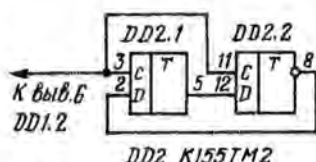

Рис. 4
5. Подключить микросхемы DD2 так, как это показано на рис. 4. Проверить работу триггеров (сигналы на выходах 5 и 8 микросхемы DD2).